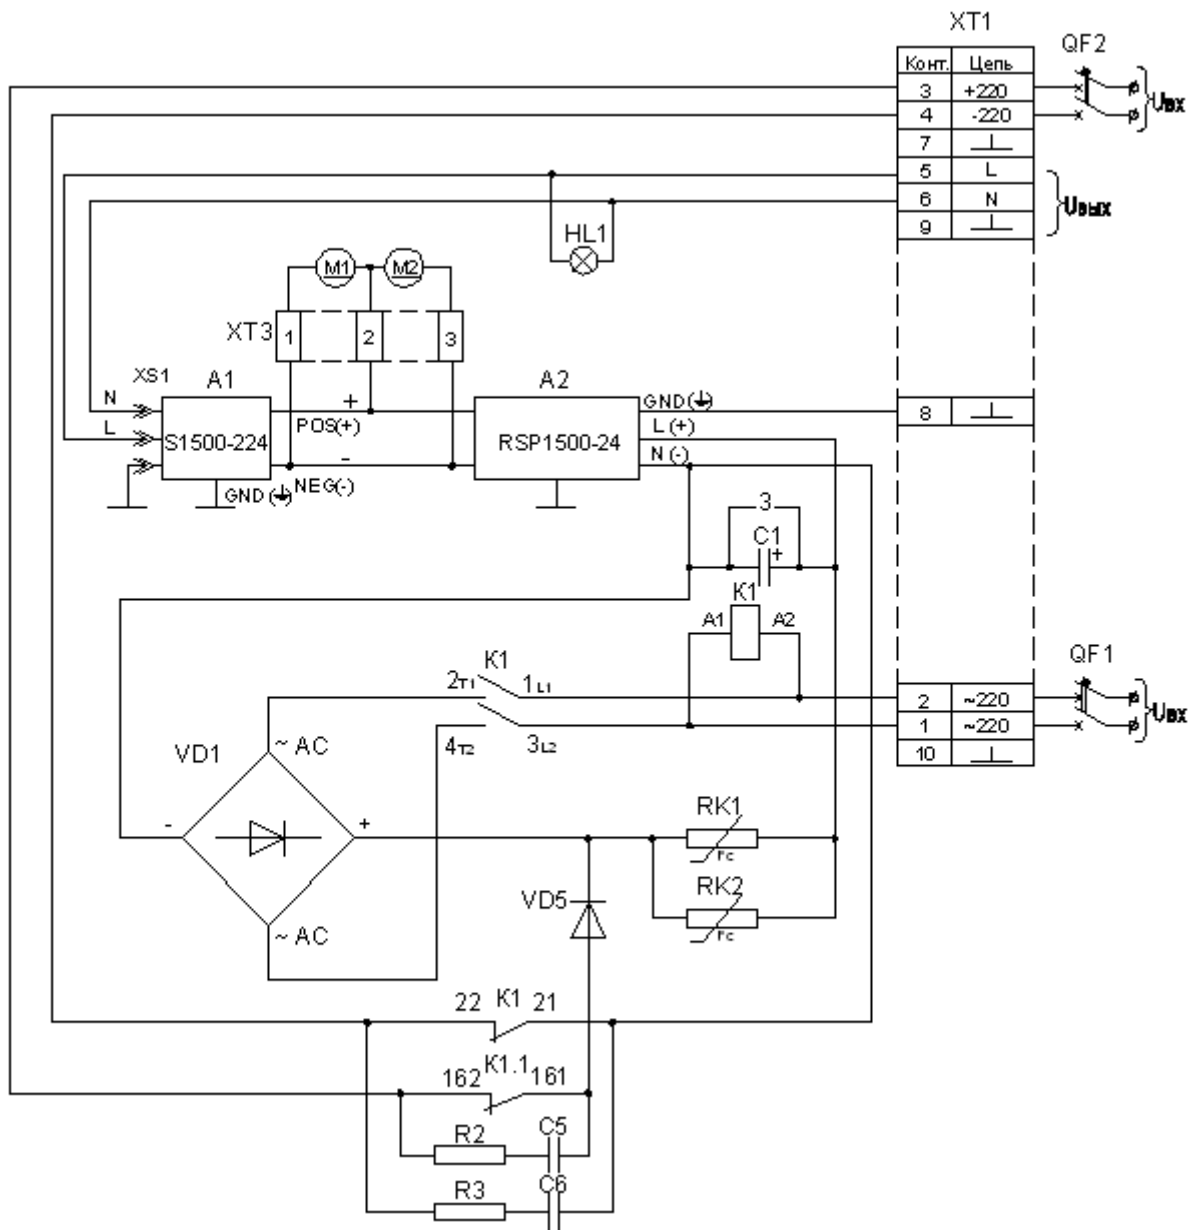

Рисунок 1 – Схема электрическая принципиальная агрегата бесперебойного питания АБП-ОО-1300-220Н
1.3.2.2 Схема электрическая принципиальная АБП представлена на рис.1.
**- ПРОИЗВОДИТЬ ВНЕШНИЕ СОЕДИНЕНИЯ ПРИ ПОДКЛЮЧЕННОМ НАПРЯЖЕНИИ ПИТАНИЯ АБП И ВКЛЮЧЕННЫХ АВТОМАТИЧЕСКИХ ВЫКЛЮЧАТЕЛЯХ QF1,QF2 (РИСУНОК 1).**